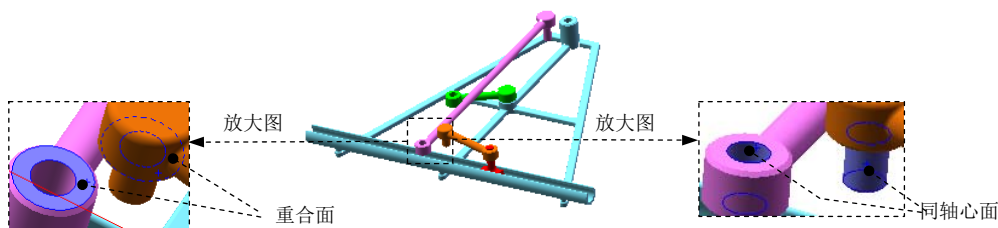
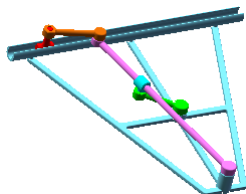

图 9.10.13 定义配合
图 9.10.14 添加滑块零件
④ 添加“同轴心”配合。单击 **标准配合(A)** 区域中的  按钮，选取图 9.10.13 所示的两个面为同轴心面，再选择“配合对齐”的“同向对齐”按钮 ，单击对话框中的  按钮。
⑤ 添加“重合”配合。单击 **标准配合(A)** 区域中的  按钮，选取图 9.10.13 所示的两个面为重合面，单击快捷工具条中的  按钮。
⑥ 单击“配合”对话框中的  按钮，完成零件的定位。
Step7. 添加图 9.10.14 所示的滑块并定位。选择下拉菜单 **插入(I)** → **零部件(Q)** → **现有零件/装配体(E)...** 命令，系统弹出“插入零部件”对话框，单击“插入零部件”